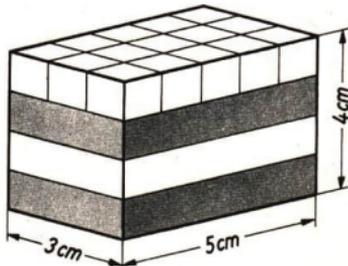

Abb. 20. Zerlegung eines Quaders in cm^3 -Würfel
2. Bestimmung des Rauminhaltes fester Körper durch Rechnung. Wir können den Rauminhalt mathematisch einfacher Körper durch Rechnung finden. Insbesondere gilt das für den *Quader* und den *Würfel*. Wir fertigen uns beispielsweise aus Plastilin oder aus Ton einen 5 cm langen, 3 cm breiten, 4 cm hohen Quader an (Abb. 20). Wir können ihn auch aus einer größeren Kartoffel heraus schneiden. Der Quader läßt sich in vier je 1 cm dicke Platten zerschneiden. Da jede von ihnen 5 cm lang und 3 cm breit ist, ist sie in $5 \cdot 3 = 15$ Würfel von je 1 cm^3 Rauminhalt zerlegbar. Der Quader enthält demnach im Ganzen $5 \cdot 3 \cdot 4 = 60$ solcher Würfel, hat also einen Raum-